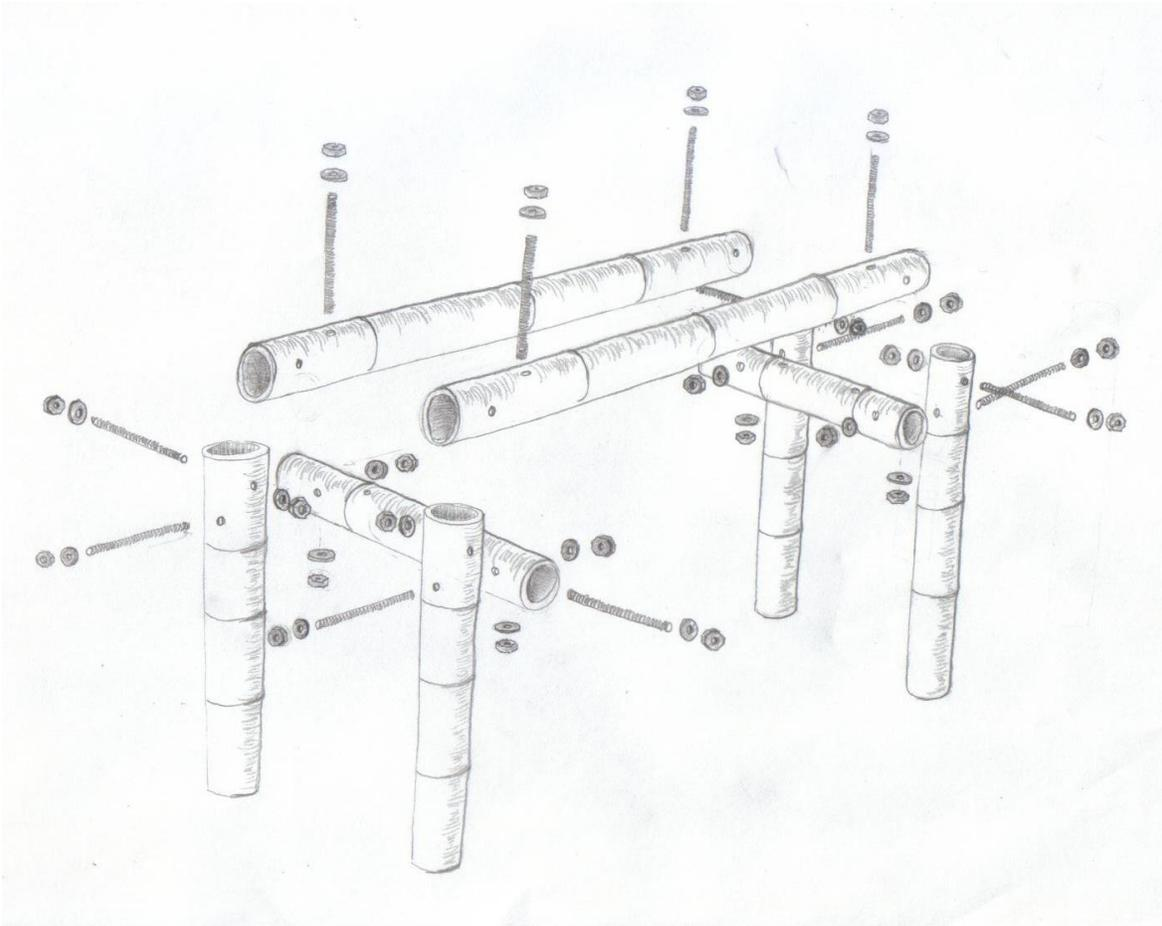

Imagen 01
- Cuando se perfora, se sostienen dos guaduas juntas, cada una en la dirección indicada para la mesa como se muestra en la imagen 01, para que el agujero quede según previa disposición de las guaduas